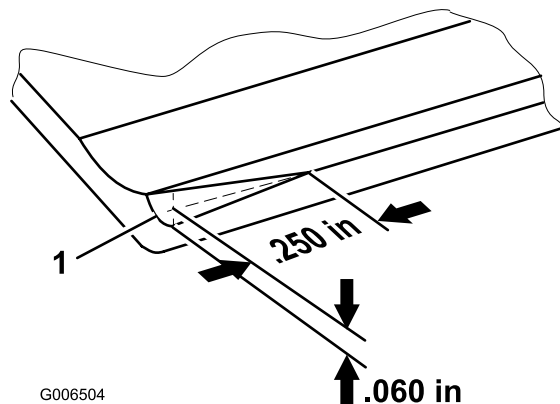

Figure 19
**Remarque:** Avec le temps, le chanfrein (Figure 19) doit être rectifié car il n'est conçu pour durer que 40% de la vie de la contre-lame.